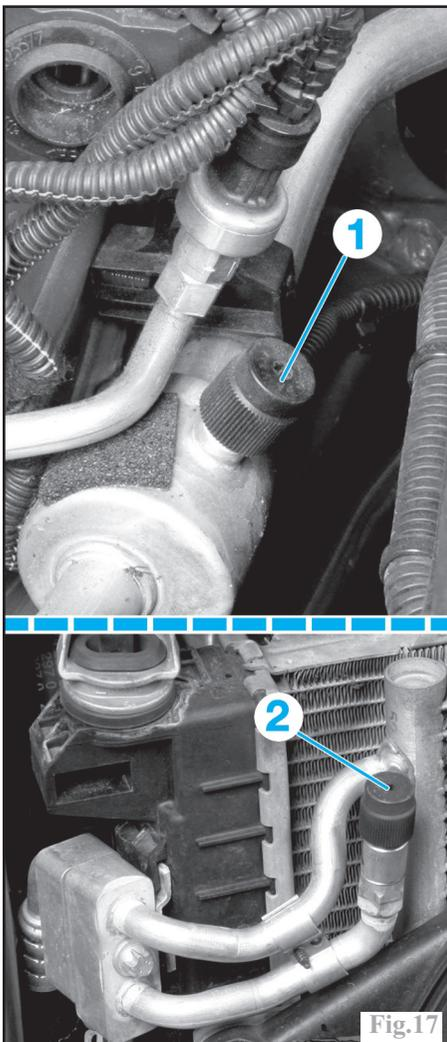

Fig.17
Déposer les capuchons des raccords basse (1) et haute (2) pression (Fig.17).